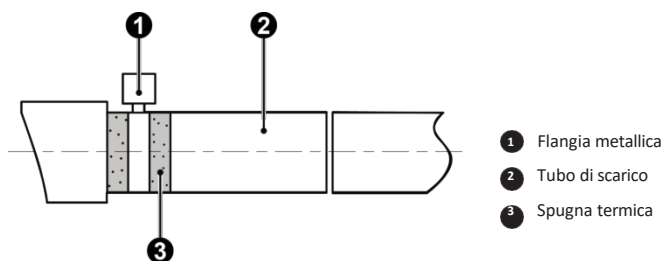
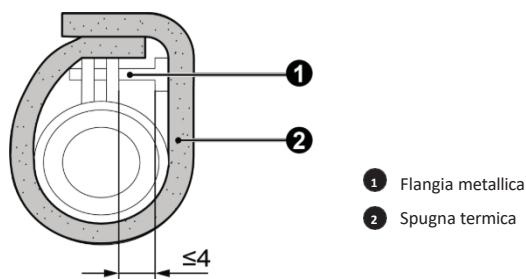

Fig. 4.9
Fig. 4.10
- 1 Inserire il tubo di scarico nel foro di scarico e fissarlo con del nastro adesivo, vedi Fig. 4.9.
- ① flangia metallica (accessorio) ② tubo di scarico flessibile (accessorio) ③ Nastro grigio (accessorio)
- 3 Utilizzare la piastra di tenuta per isolare la fascetta stringitubo e il tubo, vedere Fig. 4.10.
- ① fascetta metallica (accessorio) ② spugna termica (accessorio)